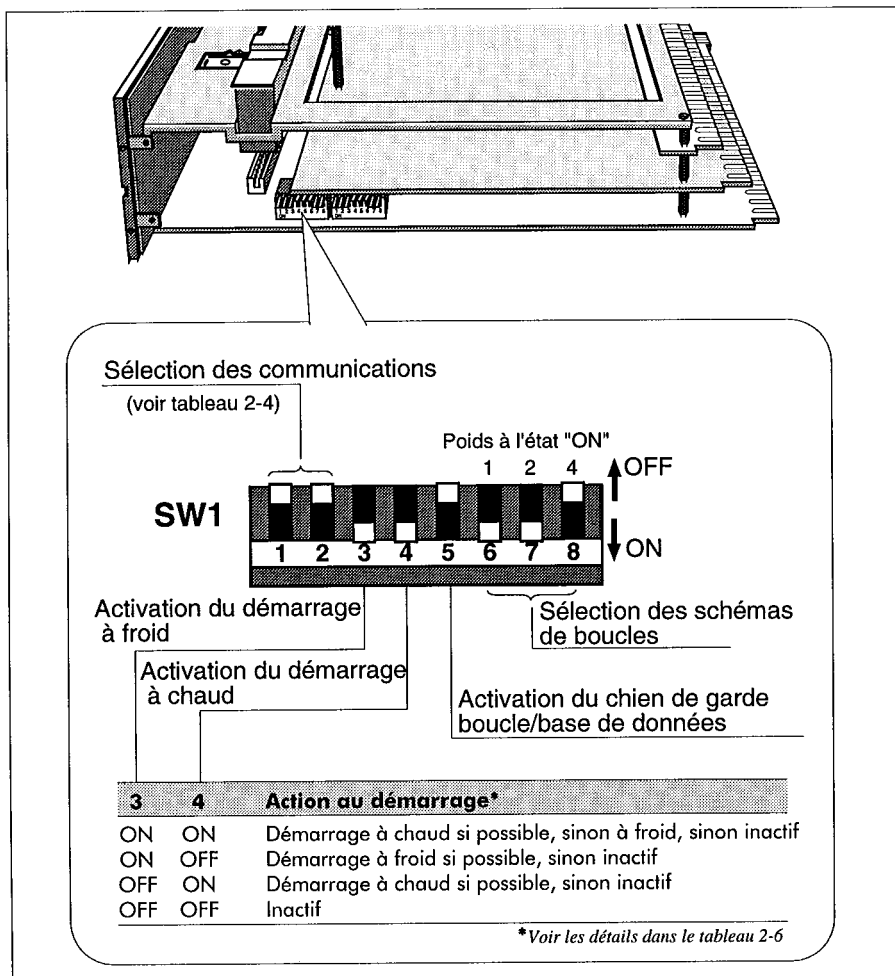

Figure 2-12 Emplacement et fonctions de SW1
La figure 2-12 montre l'emplacement et les fonctions des 8 commutateurs du bloc DIL 1.
- Les commutateurs 6, 7 et 8 permettent de sélectionner le numéro d'un schéma de boucles standard préconfiguré à charger dans la RAM et à exécuter, si possible, dans le T640. Le schéma de boucles sélectionné est la somme des "valeurs" des trois commutateurs (OFF = 0, ON = 'valeur', voir figure 2-12). Dans la figure, c'est le schéma de boucles n° 3 qui a été sélectionné. Si les trois commutateurs sont sur OFF, aucun schéma de boucles standard n'est chargé dans la RAM. Le chapitre 5, *Schéma de boucles standard*, explique l'exécution des schémas de boucles.
La figure 2-12 montre l'emplacement de *SW 1*, et récapitule brièvement les fonctions des commutateurs 3 et 4. Le tableau 2-6 décrit plus en détails les quatre combinaisons possibles de positionnement des commutateurs.